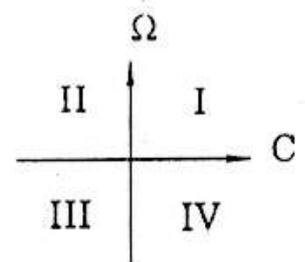

Figure 1
Soient  $\Omega$  la vitesse angulaire et  $C$  le moment du couple du moteur à courant continu. Une convention d'orientation sur l'axe est choisie. Suivant les signes de  $\Omega$  et de  $C$ , la figure 1 définit quatre quadrants de fonctionnement.
I.B.2) Représenter dans le repère d'ordonnée  $\Omega$  et d'abscisse C, défini figure 1, le déplacement du point de fonctionnement du moteur lors du cycle. On distinguera les déplacements instantanés et les déplacements ayant une durée non nulle du point de fonctionnement (par exemple en traçant les premiers en traits pointillés et les seconds en traits pleins).